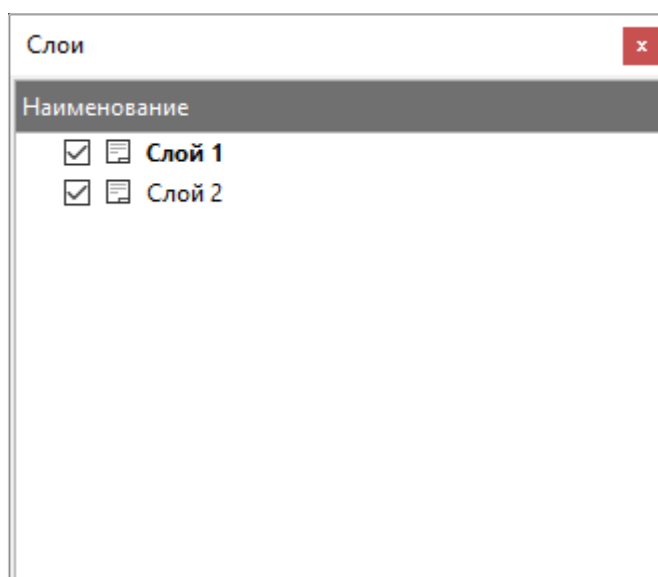

Рисунок 53. Плавающее окно «Слои»
- 5) Окно «Слои» отображает перечень слоев открытого листа документа и позволяет выборочно скрыть отдельные слои из видимой области (см. рисунок 53).